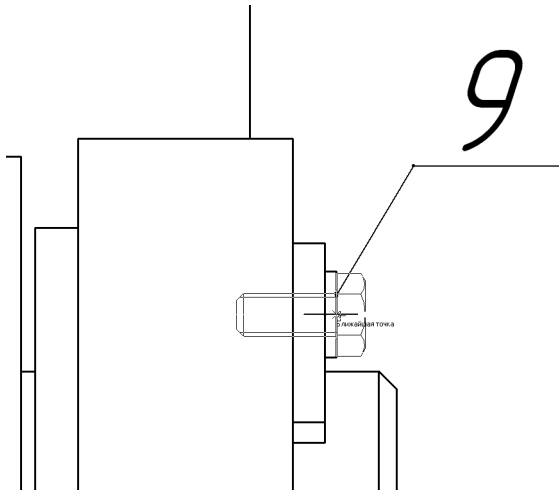

Рис. 57.37. Вставка библиотечного элемента
14. Разверните фантом болта на 180°, введя значение угла поворота в поле **Угол** на Панели свойств, и укажите базовую точку фантома (рис. 57.37).